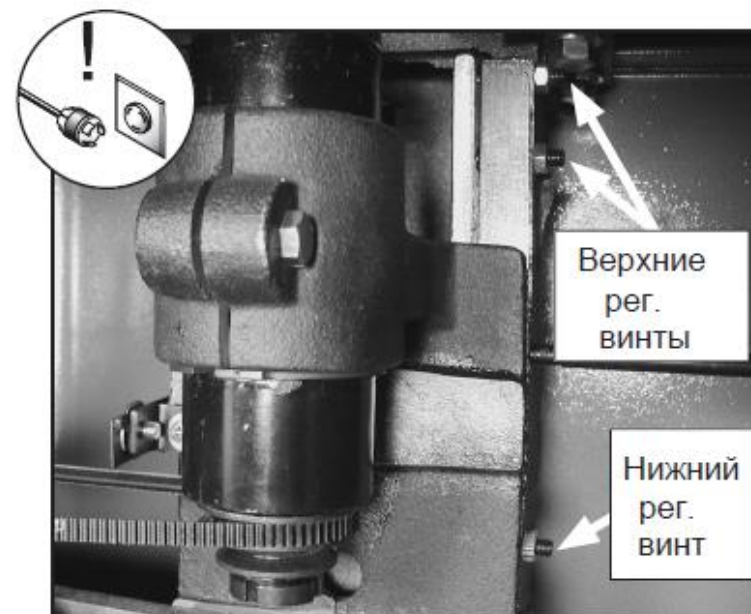

Рис. 18. Винты для регулировки прижимных планок
3. При наличии перемещений отрегулировать прижимную планку относительно поднимаемого корпуса с помощью регулировочных винтов вверху и внизу корпуса. На **Рис. 18** показаны два верхних регулировочных винта с контргайками. Один из двух нижних регулировочных винтов также видны на фотографии.